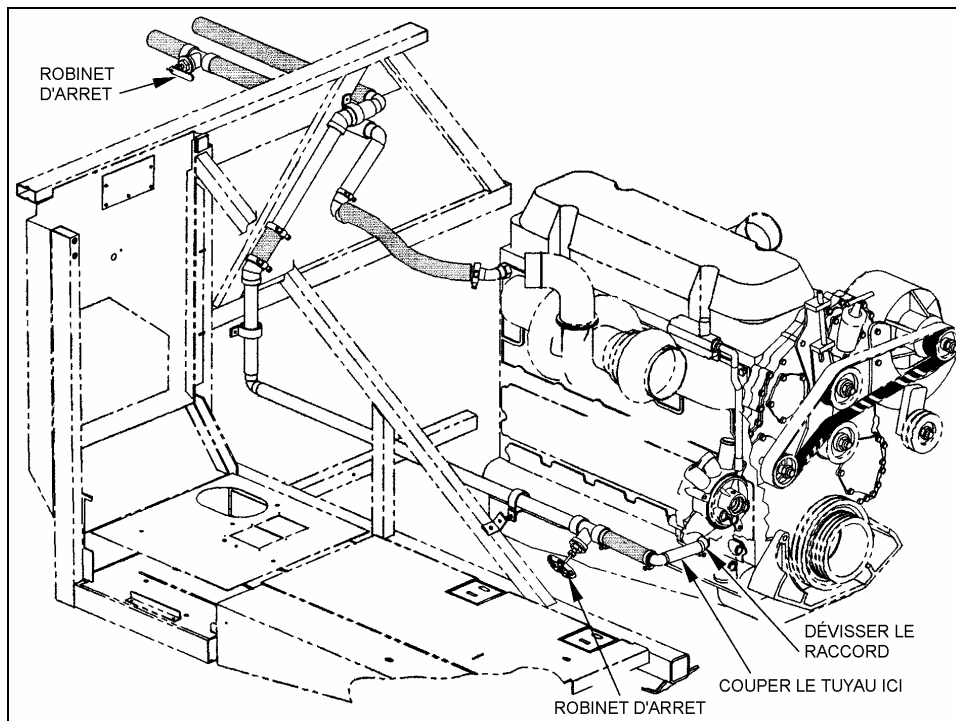

FIGURE 1 : EMBLACEMENT DES ROBINETS D'ARRÊT SUR UN H3-45 VIP
2. Fermer les robinets d'arrêt du système de chauffage (Voir la figure 1 ou 2).
5. Couper le tuyau de cuivre (Voir figure 1 ou 2).